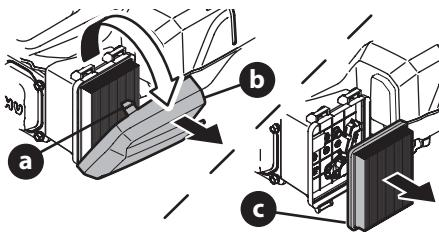

Figura 9
- Presione las lengüetas (a) que aseguran la tapa del filtro de aire (b). Tire hacia atrás y quite la tapa (Figura 9).